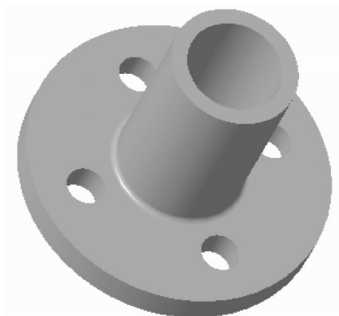

图 6-129 创建恒定圆角特征
STEP 04 在“输入恒定半径倒圆角的值”文本框中输入“10”，单击“完成”按钮 ，即可创建恒定圆角特征，效果如图 6-129 所示。